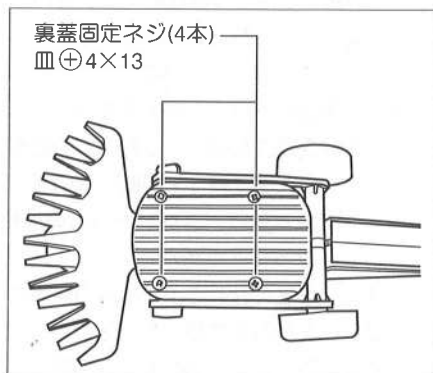

図7
- ①本機を裏返しにしてください。
- ②⊕ドライバー(市販品)で裏蓋固定ネジ(4本)をぬいて、裏蓋を外してください。(図7参照)
- ③ブレード(刃)は、ブレード固定板に組付けられ裏蓋と同時に裏蓋固定ネジで取付けられています。そのまま持ち上げて取外してください。